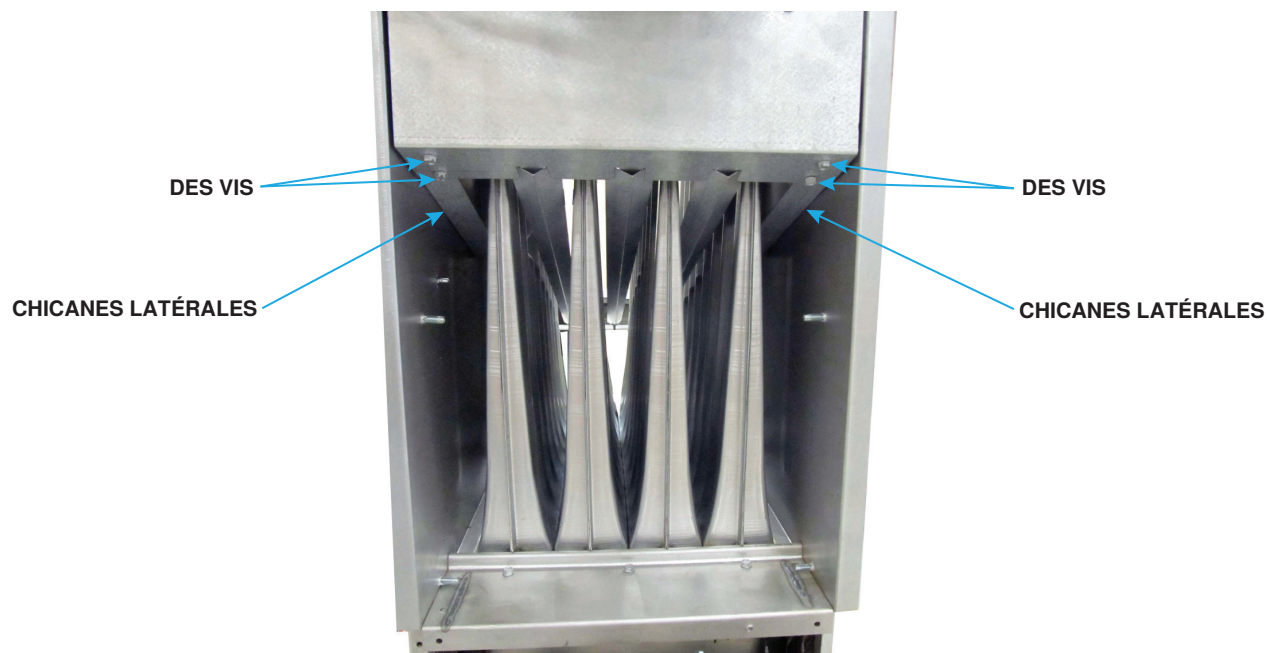

Figure 4. Retirez les chicanes latérales
2. Appareils de taille 125 à 400 seulement – retirez les chicanes latérales (voir Figure 4) :